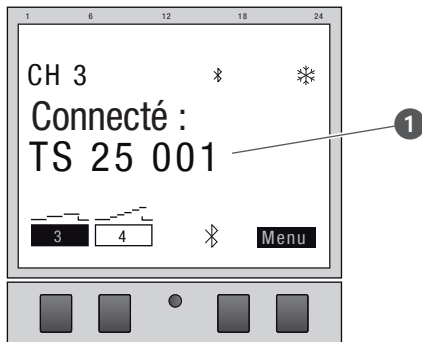

Fig. 24: L'extension de canal est connectée à l'horloge modulaire
9. En cas de connexion active, l'extension de canal affiche le nom de l'appareil connecté (Fig. 24/①).